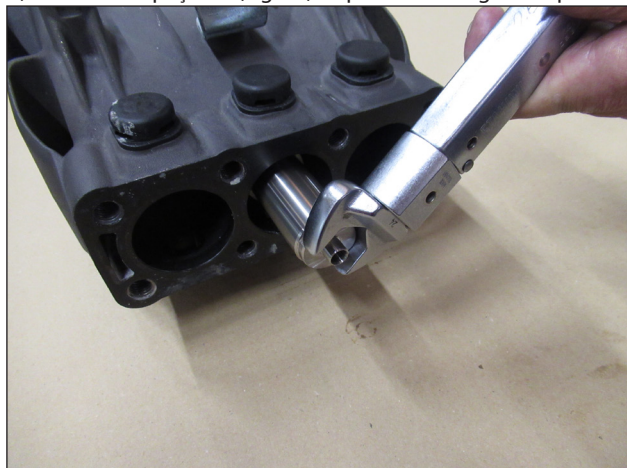

Fig. 49
A) Monte o espaçador (Fig. 49) e aperte a haste guia do pistão.